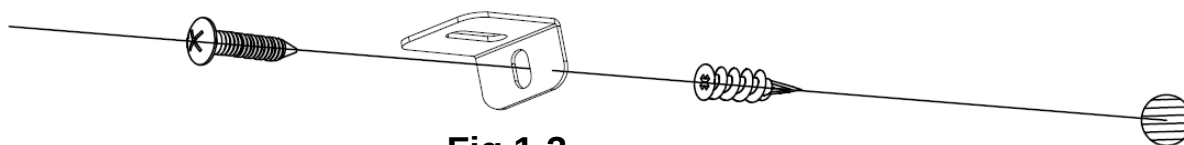

Fig 1-3
C. Monte el anclaje de plástico (**C**) en la pared seca, a continuación, monte el tornillo más largo (**B**) (incluido en el conjunto) a través del agujero en el soporte en forma de „L” en el anclaje para fijar la chimenea a la pared. (**Fig. 1-3**)